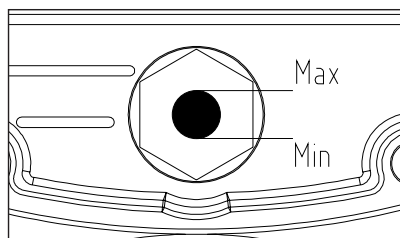

Рис. 3
- 6.7 Замените транспортную пластиковую пробку на крышке картера сапуном. Проверьте уровень масла по меткам на окне маслоуказателя картера (Рис. 3), уровень масла должен быть не ниже среднего положения в контрольном окне картера.
трольном окне картера (Рис. 3). При необходимости доливайте масло (марка масла должна соответствовать марке масла, залитого в компрессор). После первых 50 часов работы или при изменении цвета масла (побеление – присутствие воды, потемнение – сильный перегрев) рекомендуется заменить его. Для замены масла нужно отвинтить сливную пробку на крышке картера, слить все масло из картера и вновь закрутить пробку. Не допускайте утечек масла из соединений и попадания масла на наружные поверхности компрессора.